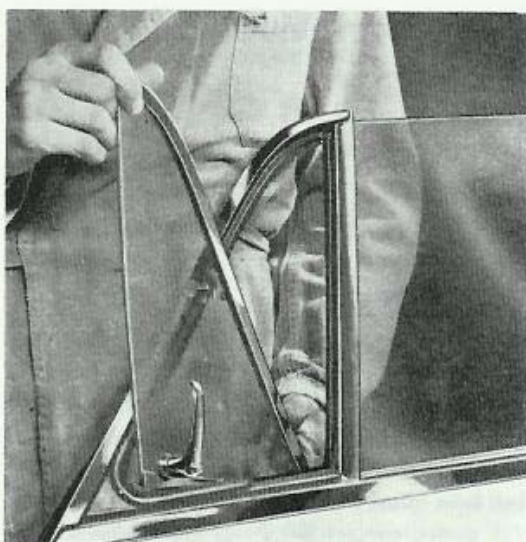

Bild 30. Urtagning av ventilationsruta utan ram
3. Öppna ventilationsrutan helt och tryck den nedåt så att dess övre ledtapp hakas ut, varefter rutan kan tas bort (bild 30).